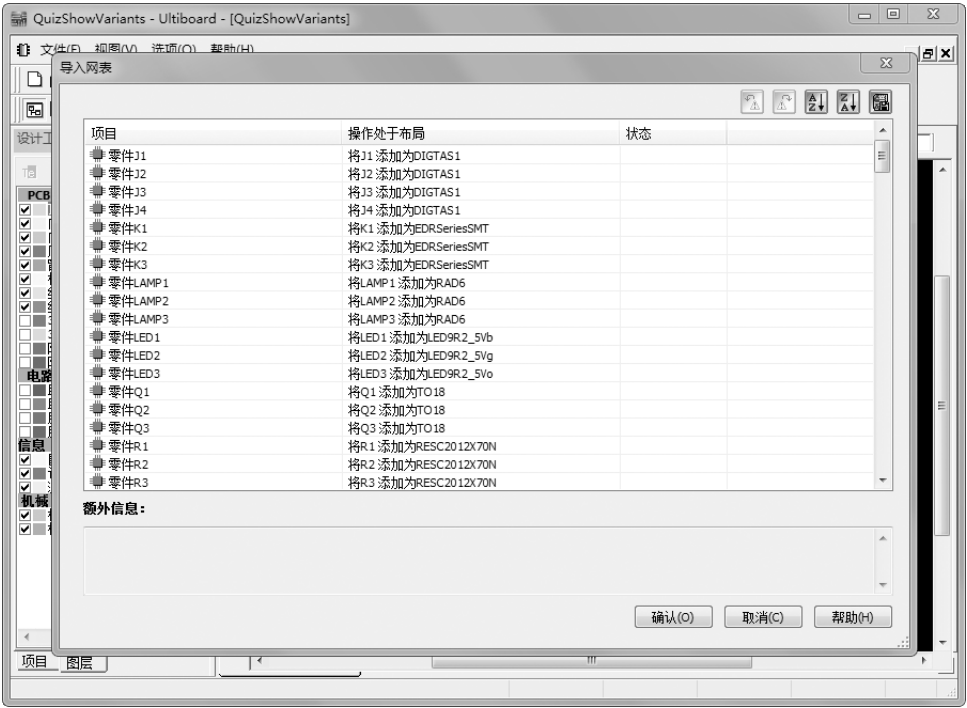

图 12-75 “导入网表”对话框
3) 单击 **保存(S)** 按钮，生成 PCB 网络表文件，打开 Ultiboard 14.0，自动弹出“导入网表”对话框，如图 12-75 所示，显示网络表信息。